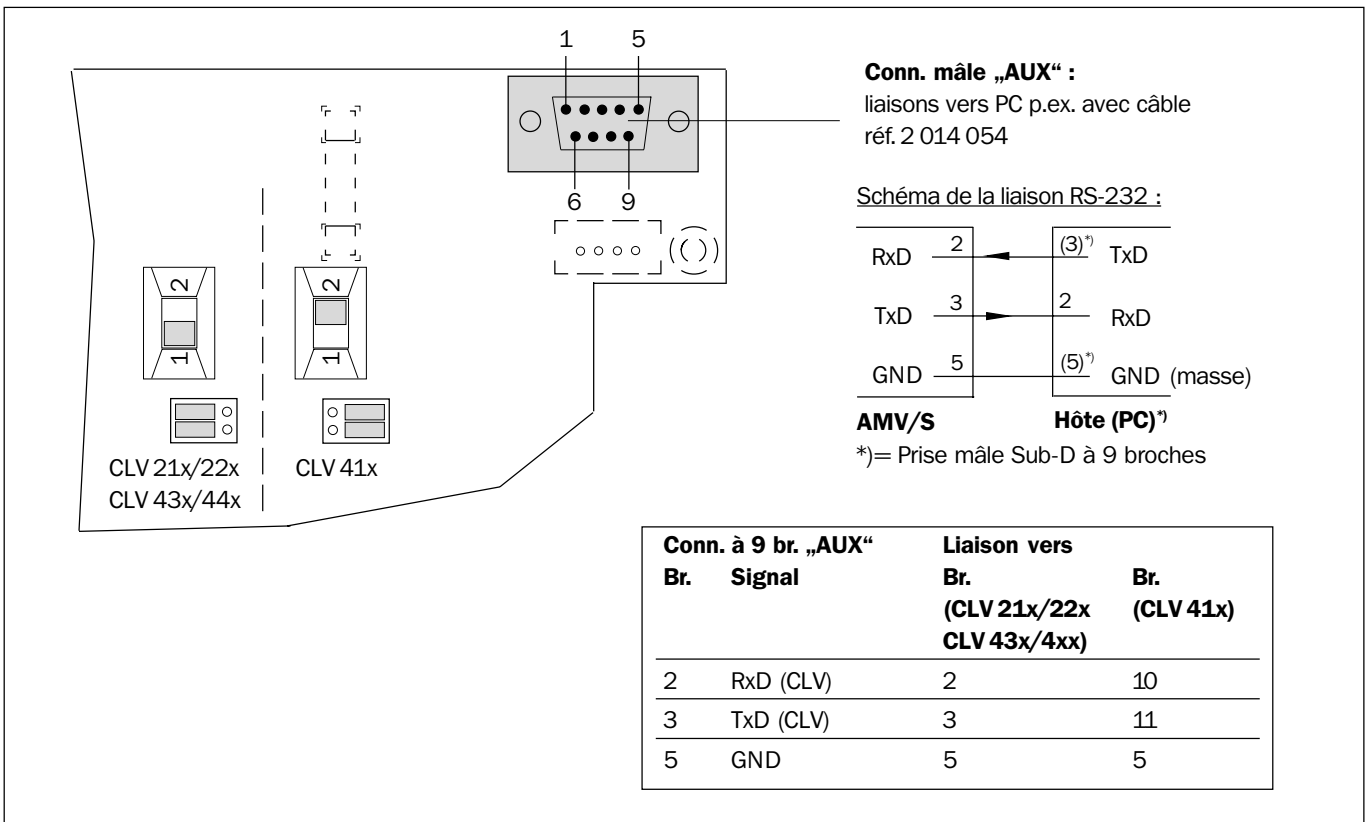

Fig. 5-9 : Raccordement du PC à la prise „AUX“
- Amener le commutateur à glissière④ en position 2 (CLV non relié à l'hôte).
- Raccorder le port „COM x“ du PC au connecteur mâle à 9 br. „AUX“ ⑦ de l'AMV/S (fig. 5-9). L'accès au CLV se fait alors par son interface Terminal.